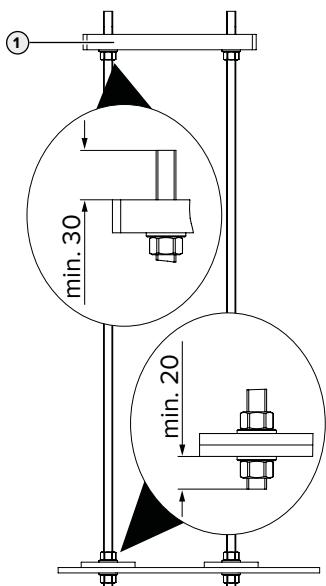

Abb. 3: Pozice podložek a matic [mm]
- ▶ Ploché oceli musíte zajistit maticí a podložkou podle kapitoly Abb. 3. Dbejte na to, aby upevňovací sada pro základnu byla vodorovně seřízená.
- ▶ Namontujte příslušnou základovou nebo adaptérovou desku (1) (k dostání jako příslušenství) podle kapitoly Abb. 3 na upevňovací sadu pro základnu.